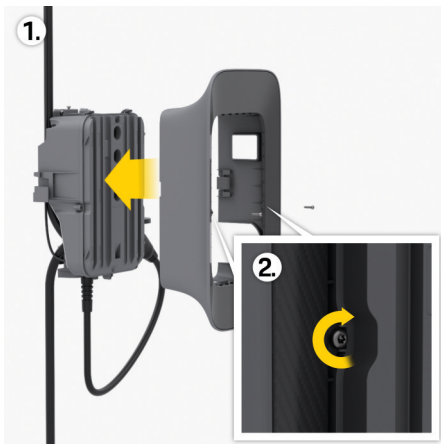

Fig. 37: Fijación del marco de diseño
3. Aflojar los tornillos del borde izquierdo y derecho del marco de diseño 2 ► (Fig. 37).